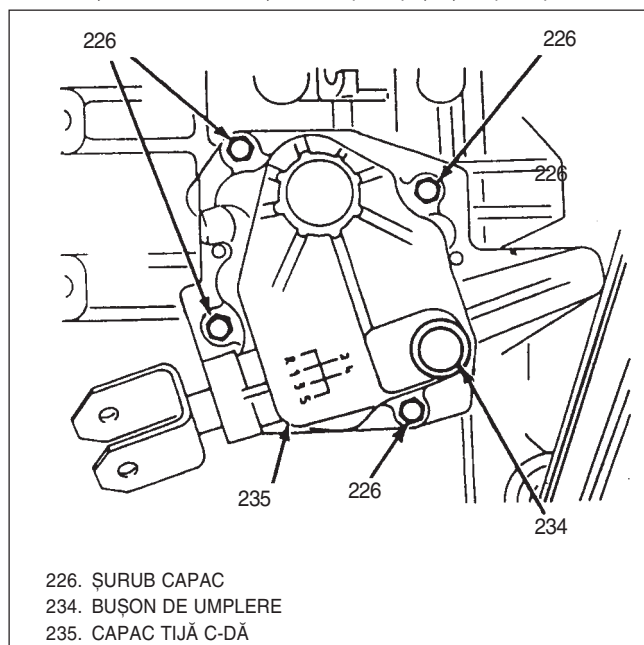
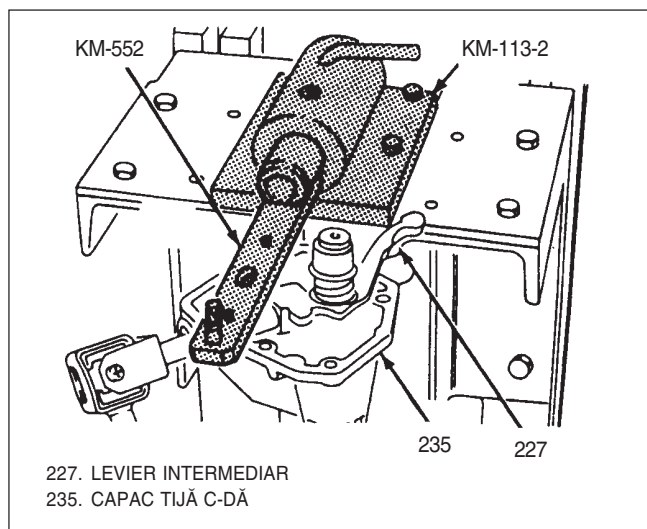

Fig. 1 Capac tijă comandă
Fig. 2 Fixare capac tijă c-dă
Vederile principale ale cutiei de viteze dezasamblată apar la paginile 4-8, Fig 1 pînă la 5.
↔ Demontare sau deconectare(Fig 1 ÷ 19,21 și 28)
- 1) Bușon de umplere(234) de pe capac(235), Fig 1.
- 2) Șuruburi(226) de pe capac(235).
- Capac tijă c-dă(235) de pe carcasă(1).
- 3) Se fixează capacul(235) pe disp. de fixare KM-552.
- Se poziționează KM-552 pe KM-113-2, Fig 2.